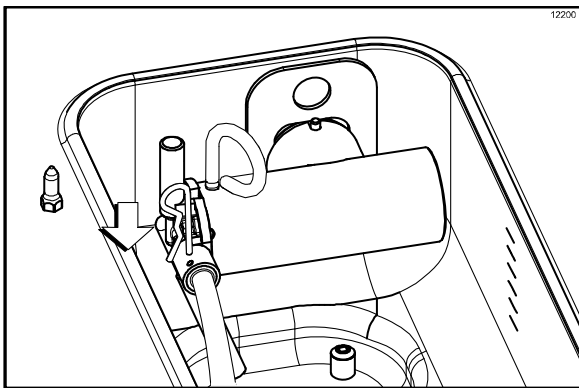

Abbildung 166
2. Wenn das Produkt aufhört in den Gefrierzylinder zu sprudeln, den Splint vom Auslass-Anschlussstück der Produktpumpe abziehen. Das Auslassende des Produktzulaufrohrs in das Produkteinlassloch im Vorratsbecken einsetzen. Das Einlassende des Produktzulaufrohrs in die Produktauslassöffnung der Produktpumpe einstecken. Mit dem Splint sichern. (Siehe Abbildung 166.)